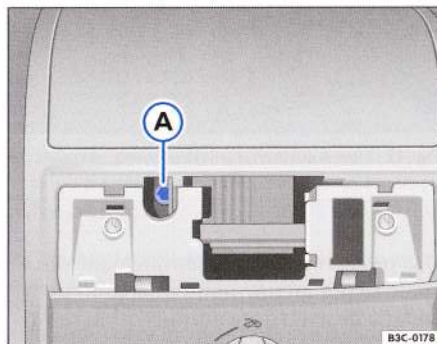

Fig. 44 Șurubul hexagonal pentru închiderea trapei/plafonului glisant
- Introduceți o cheie hexagonală⁴⁹⁾ de 4 mm pe șurubul hexagonal ⇒ fig. 44 A.